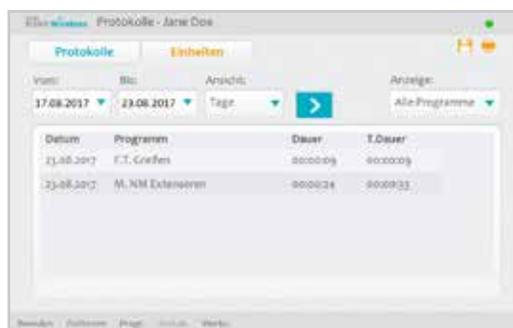

Abbildung 8-36: Nutzungsprotokoll
2. Drücken Sie auf die Registerkarte „Protokolle“. Daraufhin öffnet sich das Nutzungsprotokoll. Siehe Abbildung 8-36.